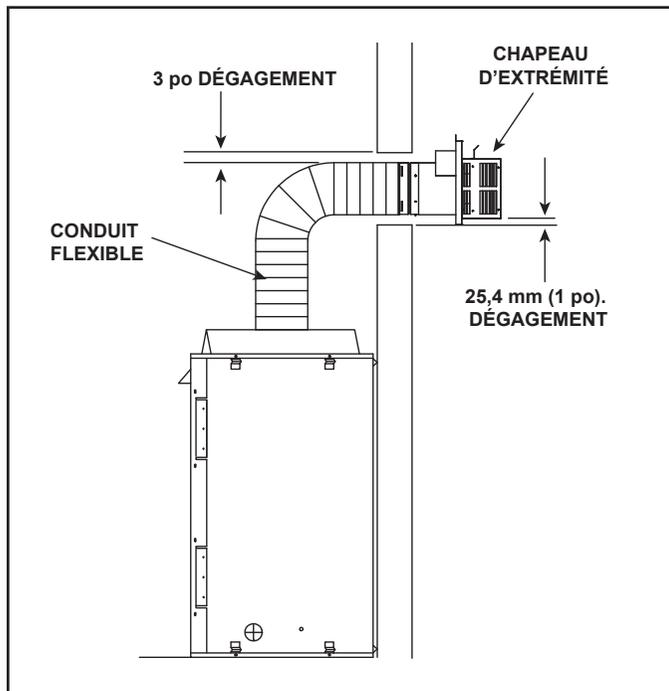

Figure 4.8 Conduit d'évacuation flexible – Foyer générique illustré
Le conduit doit être soutenu chaque fois qu'il change de direction et partout où un dégagement avec les matériaux inflammables doit être garanti. Une installation simple « vers le haut et à l'extérieur » (figure 4.8) ne nécessite que les supports nécessaires à maintenir les dégagements par rapport aux matériaux inflammables. Cependant, le point d'attache du conduit d'évacuation et les pare-feux sont considérés comme étant des supports.
Voir la figure 4.8.
****Remarque** : Lorsque vous utilisez une ventilation **SLP-FLEX (6-5/8 po.)**, il **DOIT** y avoir une réduction de 25 % de H total avec une ventilation flexible. Voir la figure 4.8.
****Remarque :** Lorsque vous utilisez une ventilation **SLP-FLEX (6-5/8 po.)**, il DOIT y avoir une réduction de 25 % de H total avec une ventilation flexible. Voir la figure 4.8.